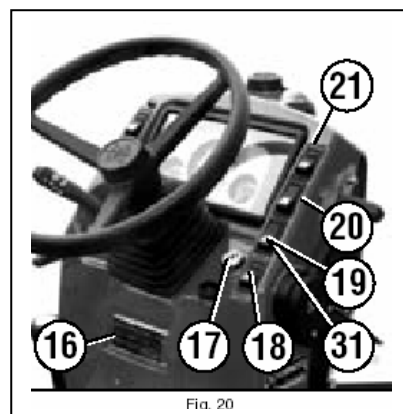

Fig. 20
**31 – Front-/bagliftkontakt (SRX med joystick-betjening og frontlift)** (fig. 20).
Når denne kontakt trykkes ned, aktiverer joysticket frontliften i stedet for bagliften. Traktormodeller med denne funktion er ikke udstyret med den supplerende PTO-bremse (19 fig. 20).